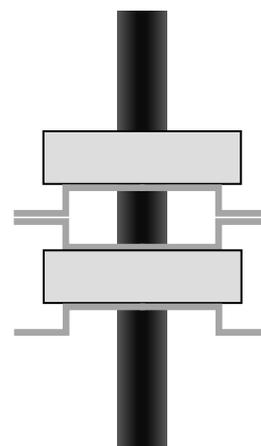
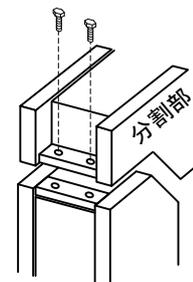

図 28. 重ね取付の例
図 29. 分割部締付ボルト
- (5) 弊社製の変成器や検出器を重ねて取り付けでも影響ありません(図 28)。
- (6) 取付金具は装置本体から取り外さないで下さい。取付金具が接地側に接続された場合、取付方法によっては一次導体と取付金具との離隔がとれなくなり、大事故につながる恐れがあります。特殊な取付方法が必要になった場合や取付方法が工事途中で変更になった場合には、必ず弊社にご連絡下さい。
- (7) FD および HCT を分割するには、側面の 4 本の分割部締付ボルトを外し、分割部を取り外して下さい。なお分割部にはコネクタがありますので、取り外しや取付時には電線くずなどの異物が内部に入らない様に注意して下さい(図 29)。
- (8) FD および HCT の取付方向はどの方向に取り付けても問題ありませんが、構造は屋内用ですので屋外へは取り付けないでください。
- (9) FD および HCT を取り付けの場合は寸法図にて取付穴の個数と位置を確認し、取付穴に M10 ネジ (ボルト、ナット等) を使用して取り付けください。鉄製の M10 のボルト・ナットを使用する場合は 200kgf・cm のトルクで締め付けてください。